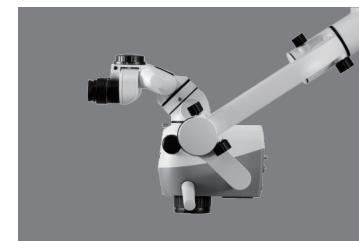

Рисунок 15
5.3.2 Регулювання зусилля балансу голови мікроскопа спереду й ззаду: після установлення мікроскопа, коли його голова повертає ручку балансу до й після послаблення основного блоку, голова мікроскопу залишається в робочому стані (як показано на рис. 15), а голова мікроскопа повертає ручку балансу до й після послаблення основного блоку.